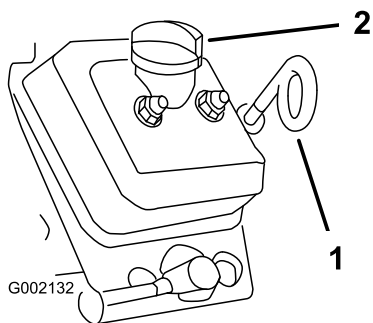

Figura 35
- Utilize um pano para limpar em redor da vareta de $\frac{1}{2}$ leo e tampi $\frac{1}{2}$ o de enchimento (Figura 35) de forma a que a sujidade n $\frac{1}{2}$ o caia no tubo da vareta ou no tubo de enchimento e danifique o motor.
- Remova a vareta e limpe-a com um pano (Figura 35).
- Coloque a vareta no tubo e verifique se fica completamente introduzida (Figura 35).
- Volte a colocar o tampi $\frac{1}{2}$ o de enchimento (Figura 35).
- Insira a vareta do $\frac{1}{2}$ leo e coloque-a com firmeza (Figura 35).